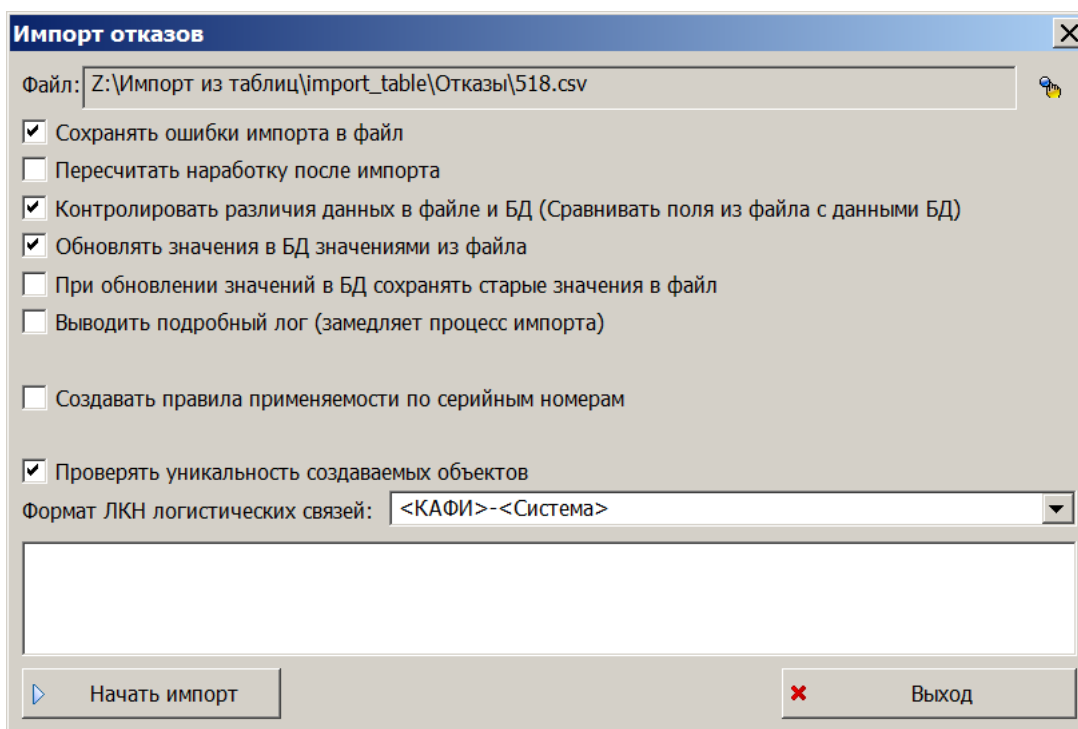

Рис. 30-58 – Диалоговое окно для импорта отказов
- 4) В диалоговом окне «Импорт отказов» выбрать файл для импорта, нажав кнопку справа от поля «Файл» (рис. 30-58).